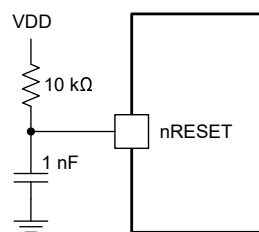

图 7-2. 带有 R-C 网络的 nRESET 引脚
- 如果应用不使用 nRESET 信号，则必须将 nRESET 引脚电平拉至 VDD，可以通过直接连接到 VDD 引脚，或者通过如图 7-2 所示的 R-C 电路连接。图 7-2 中的 R-C 电路也可用于在上电时延迟复位释放。如果应用使用了 nRESET 外部引脚，则 nRESET 信号的布线必须尽可能短。请务必将任何连接到 nRESET 信号的元件尽可能靠近器件放置。